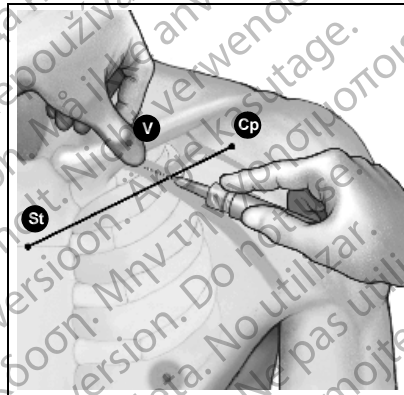

Figure 3. Emplacement du pouce et point d'entrée de l'aiguille.
- Appuyer le pouce contre l'index puis le décaler de 1 à 2 cm sous la clavicule afin de protéger le muscle subclavier de l'aiguille (en cas d'hypertrophie manifeste du muscle pectoral, décaler le pouce environ 2 cm en dessous de la clavicule, étant donné que le muscle subclavier est lui aussi probablement hypertrophié) (Figure 3).